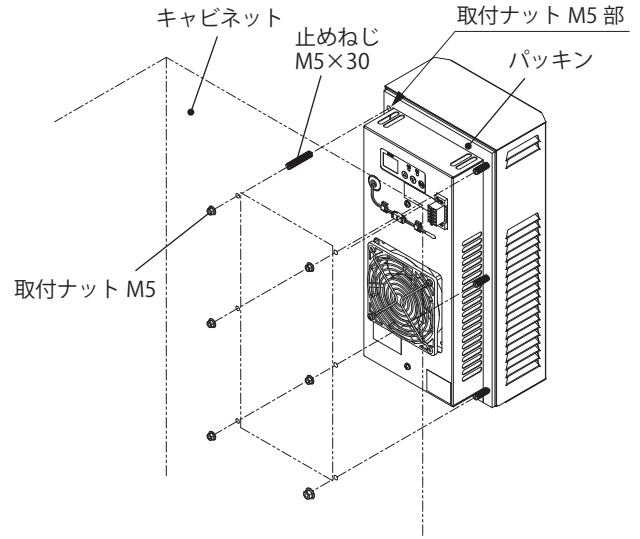

図 4 取付方法
- ・付属の止めねじ M5×30 を本製品の取付ナット M5 部に組み付け後、付属の取付ナット M5 によりキャビネットへ取り付けることもできます。（図 4）